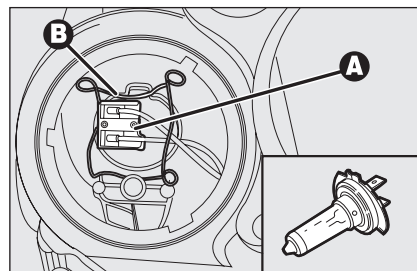

fig. 23
- ☐ débrancher le connecteur électrique **A-fig. 23**;